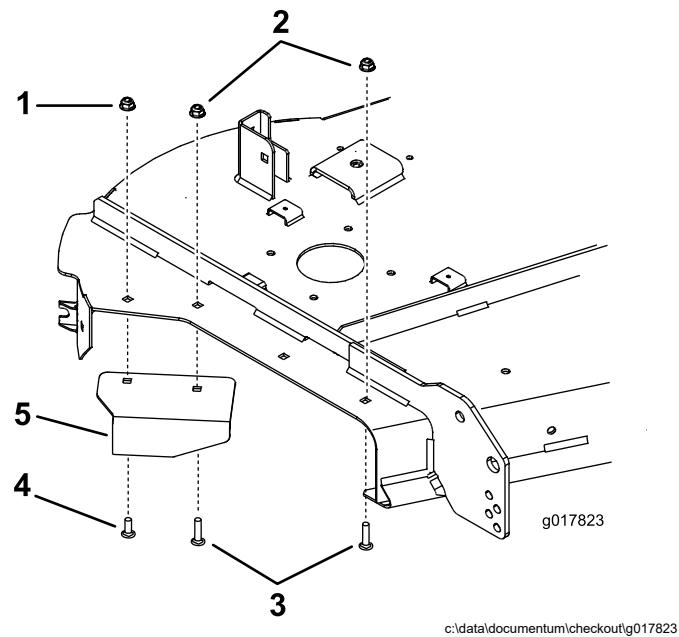

Figura 26
2. Instale el deflector existente con los pernos y las tuercas existentes después de retirar el conjunto de la placa (Figura 26).